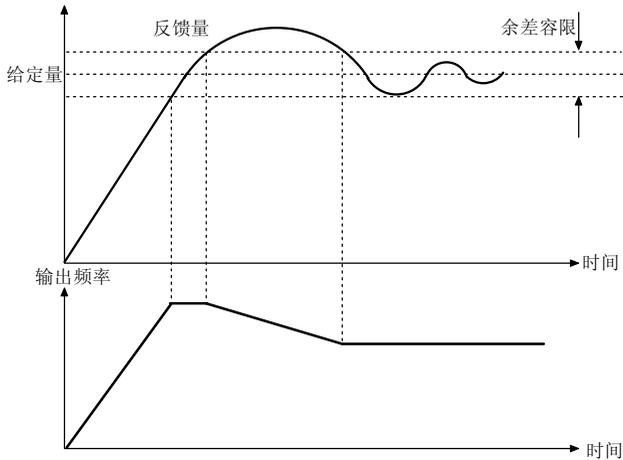

图 5-7-1 余差容限示意图
- ◆ 当反馈和设定的差值低于PID余差容限设定值时，PID控制器暂停调整，变频器维持当前的输出。如图5-7-1所示。
- ◆ 模拟PID时，余差容限设定P7.09为物理量的绝对值，要与量程匹配，转速PID时余差容限设定P7.09为转速。如图5-7-1所示：